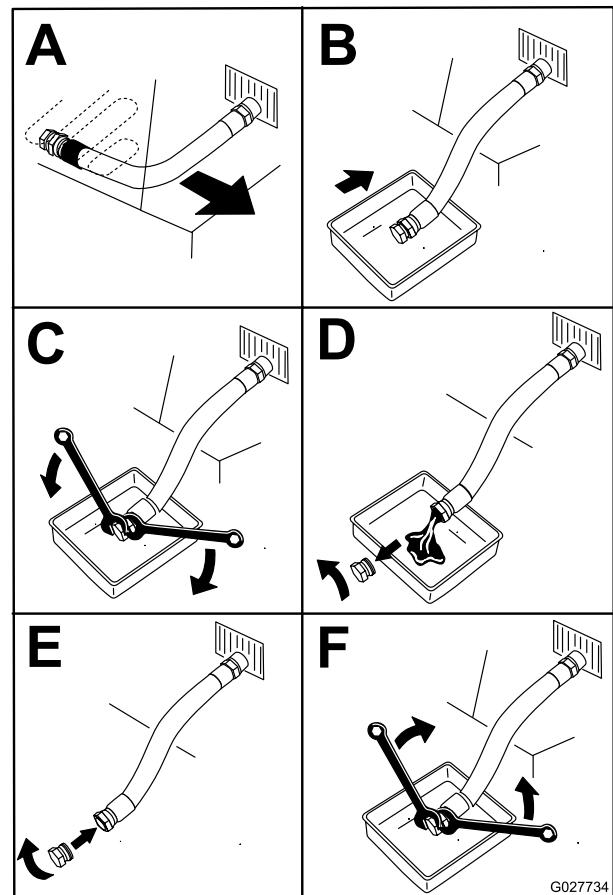

Figura 30
4. Cambie el aceite como se muestra en Figura 30.